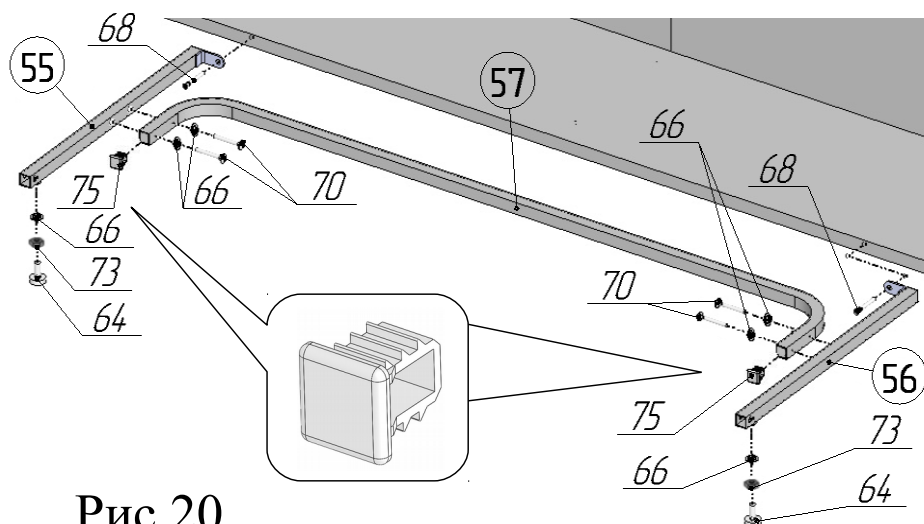
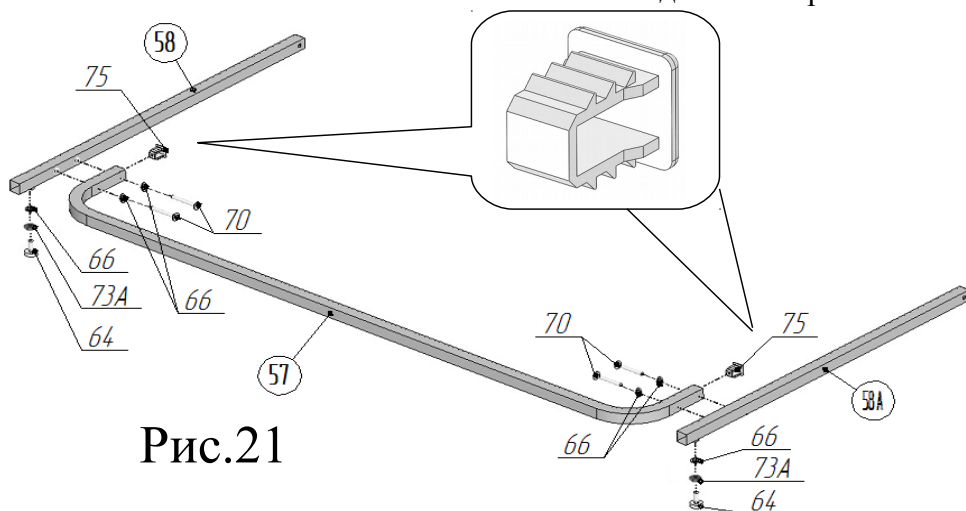

Рис.20
Рис.21
22. В торцы перемишки поз.57 вставить заглушки 20x20 поз.75 в соответствии с рис.20. К перемишке поз.57 присоединить упоры поз.55 и поз.56, используя винты М6х35 поз.70 и шайбы стопорные поз.66 в соответствии с рисунком 20. Во встроенные гайки упоров поз.55,56 ввернуть ножки поз.64, предварительно навинтив на них гайки М8 ГОСТ поз.73 и надев на стержни ножек шайбы стопорные поз.66. Присоединить собранную конструкцию к коробу с помощью винтов-конфирматов поз.68 (рис.20).
23. В торцы перемишки поз.57 вставить заглушки 20x20 поз.75 в соответствии с рис.21. К перемишке поз.57 присоединить ноги поз.58, 58А, используя винты М6х35 поз.70 и шайбы стопорные поз.66 в соответствии с рисунком 21. Во встроенные гайки ног поз.58 и 58А ввернуть ножки поз.64, предварительно навинтив на них гайки М8 ГОСТ поз.73 и надев на стержни ножек шайбы стопорные поз.66. В ноги поз.58 вставить заглушки 20x20 поз.75 в соответствии с рисунком 21. После окончательной сборки стола отрегулировать ножки поз.64, установленные в данном пункте и п.21. Затянуть гайки поз.73 таким образом, чтобы шайбы поз. 66 оказались прижаты к ногам поз.58, 58А (рис.21) и упорам поз.55,56 (рис.20).